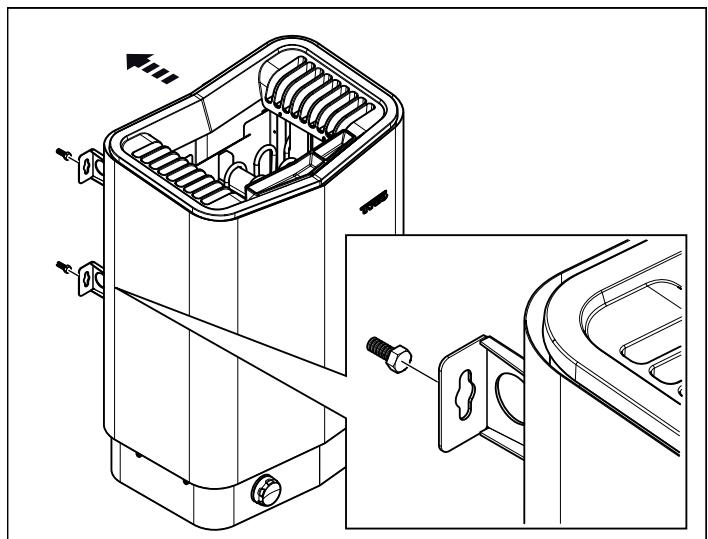

Fig 10: Häng upp aggregatet
8. Häng upp aggregatet på skruvorna se Fig 10.